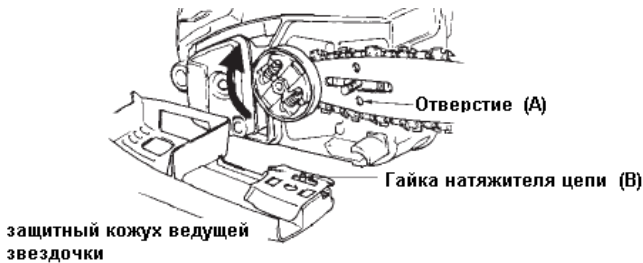

Рис.3
6. Выровняйте шину и оденьте ее на направляющие болты (рис.3).
7. Удерживая шину так, чтобы цепь лежала в ее пазу, оденьте крышку ведущей звездочки. Штифт гайки натяжителя должен войти в отверстие «А» на шине (рис.3).